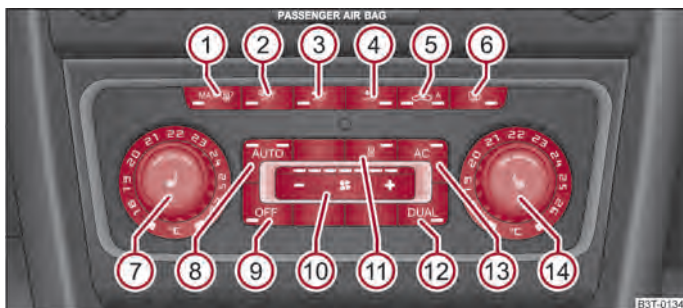

Abb. 111 Climatronic: Bedienelemente
- Drücken Sie die Taste (AUTO) ⇒ Abb. 111.
- Wenn die Frontscheibe beschlägt, drücken Sie die Taste   ⇒ Abb. 111. Nachdem die Frontscheibe beschlagfrei ist, drücken Sie die Taste .
- Drücken Sie die Taste  ⇒ Abb. 111.